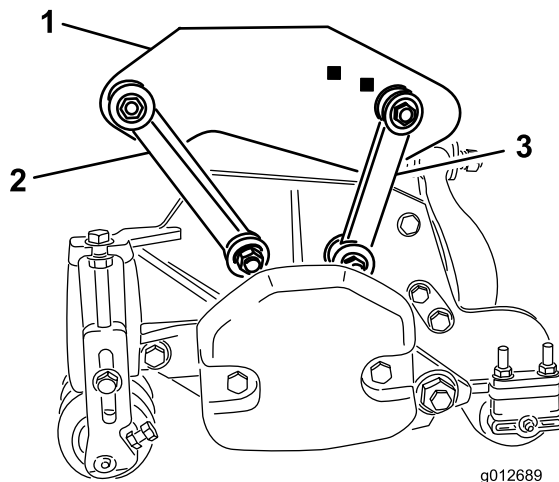

Рисунок 19
- Прикрепите передние монтажные тяги к отверстиям несущих рам с помощью болтов (3/8 x 2-1/4 дюйма), двух плоских шайб и контргайк, как показано на Рисунок 19. Во время монтажа установите с каждой стороны
- Прикрепите задние монтажные тяги к отверстиям задних несущих рам с помощью болтов (3/8 x 2-1/4 дюйма), двух плоских шайб и контргайк, как показано на Рисунок 19. Во время монтажа установите с каждой стороны тяги по шайбе. Затяните крепежные детали с моментом 42 Нм.